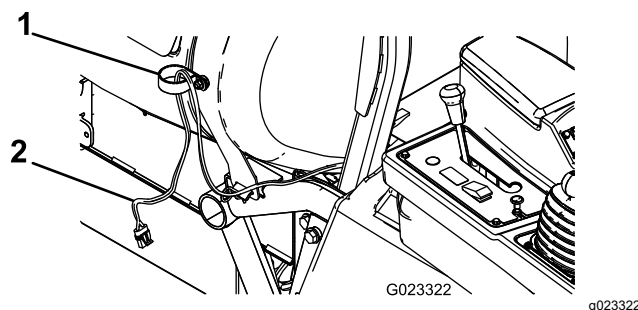

Bild 2
4. Befestigen Sie eine kleine R-Klemme mit einer Bundmutter (3/8") an der Schlossschraube, wie in Bild 2 dargestellt.
5. Verlegen Sie das Schlauchtrommelende des Kabelbaums durch die R-Klemme, wie in Bild 2 abgebildet.